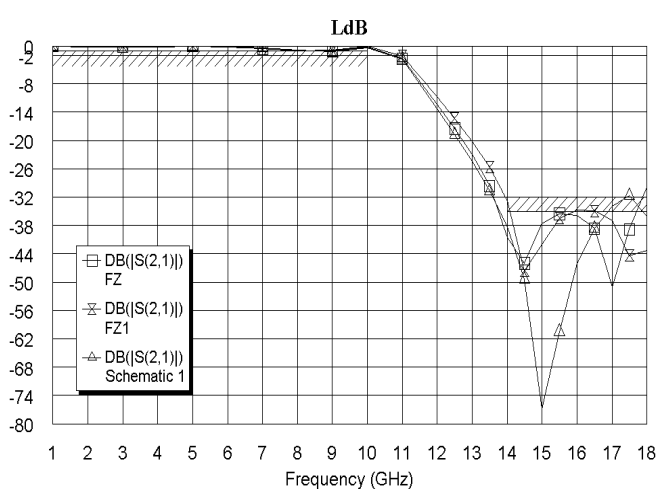

Рис. 1.53
8. Удалите предыдущую структуру **FZ** и сделайте копию последней структуры **FZ1**, её можно снова переименовать в **FZ**. Дважды щёлкните по первому шлейфу в новой структуре, установите курсор на ромб посередине нижней стороны этого шлейфа и сместите эту сторону вниз на 0.05. Аналогично удлините на 0.05 третий шлейф. Выполните анализ новой структуры. Полученная характеристика показана на рис. 1.53. Эта характеристика несколько уже по полосе заграждения и не удовлетворяет требованиям на верхней частоте 18 ГГц.